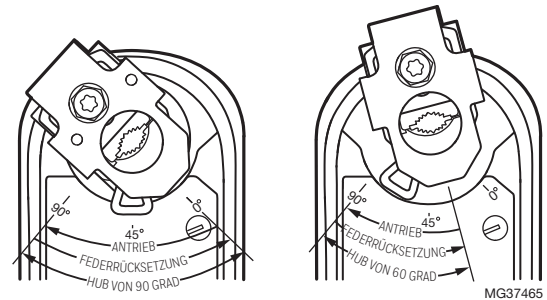

Abb. 7. Hubreduzierung.
3. Drehen Sie die Achsenkupplung unter Ausrichtung entsprechend der Hubbeschriftung in die gewünschte Position. Siehe Abb. 7.
BEISPIEL: Wenn Sie die Achsenkupplung auf eine ungefähre ausfallsichere Position von 30 Grad festlegen (wie am Gehäuse angegeben), wird der Hub auf 60 Grad begrenzt. (Siehe Abb. 7).